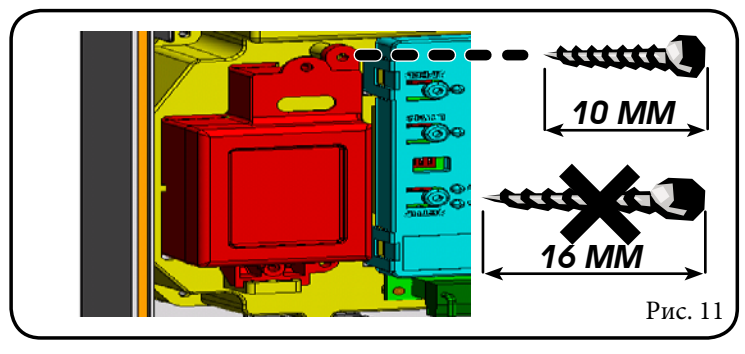

Рис. 11
2. Вставьте батарею в отверстие, которое вы только что подготовили и закрепите её саморезами (Рис.11)